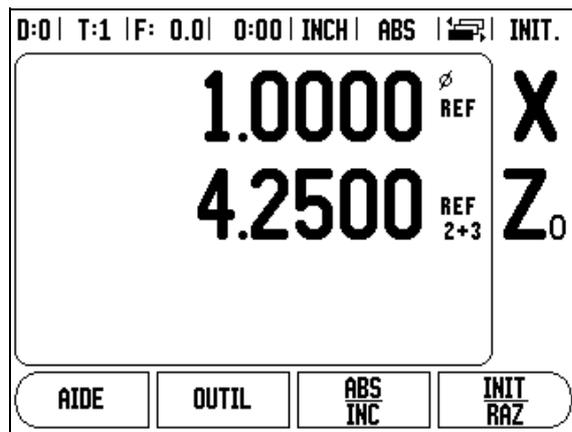

fig. II.4 Coupler les axes Z
- ▶ Appuyez sur la touche numérique associée à l'entrée du système de mesure située sur la face arrière du Wizard 550. Utilisez les softkeys **+** ou **-** pour coupler une seconde entrée à la première. Les numéros des entrées des systèmes de mesure sont affichés à gauche, à côté de la désignation des axes et ils indiquent que la position équivaut à la somme des courses de déplacement couplées (par exemple '2 + 3'). Cf. fig. II.4.
Appuyez sur la touche Z_0 et maintenez la enfoncée pendant environ 2 secondes si vous désirez coupler l'axe Z_0 avec l'axe Z et afficher la somme des courses de déplacement dans l'affichage de l'axe Z_0 . La somme des courses de déplacement des deux axes Z s'affiche maintenant dans l'affichage de l'axe Z_0 et l'affichage de l'axe Z s'éteint. Cf. fig. II.4.